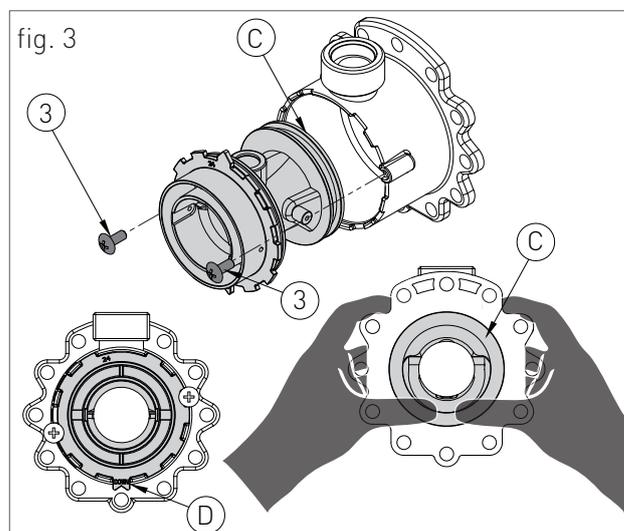

fig. 3
- › svitare le due viti '3' (fig.3) e fare pressione sul lato posteriore del corpo venturi 'C' (fig.3);
- › sostituire il corpo venturi con quello adatto al tipo di gas di rete (cod. 30-00424 per metano / cod. 30-00426 per GPL) e assicurarsi che l'orientamento del dente 'D' (fig.3) sia verso il basso sulla ghiera in alluminio (vedi fig.3);